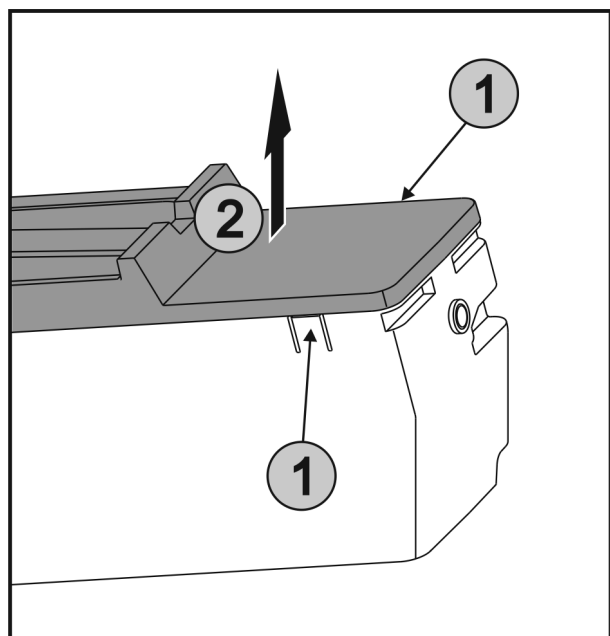

Fig. 38
- ▶ Натиснете едновременно езичетата Fig. 38 (1) от двете страни на EasyTwist-Ice и свалете капака Fig. 38 (2) нагоре.